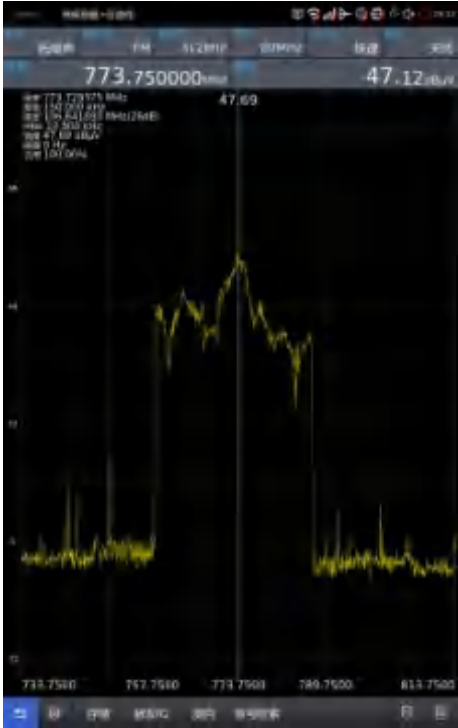

图3-34 单频测量界面
- (5) 监测：可快速切换到单频测量模式，图 3-34 所示：